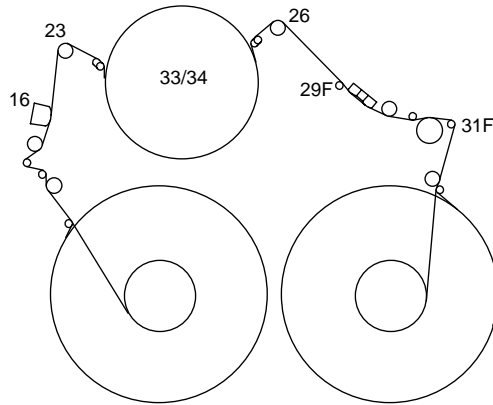

Fig. 22
- Ajuster le galet de renvoi des guides de chargement gauche (Pos. 23, Fig. 22) et droit (Pos. 26, Fig. 22) à l'aide du tournevis de réglage de façon que l'amplitude des paquets FM soit au maximum et rectiligne.
- Adjust the reverse roller of the left (Pos. 23, Fig. 22) and right (Pos. 26, Fig. 22) threading roller unit to obtain the maximum amplitude of the FM-packages with straight-lined envelope.
- Au moyen du dynamomètre, mesurer la traction sur la bande entre la tête d'effacement principale (Fig. 22, Pos. 16) et le guide de chargement gauche (Fig. 22, Pos. 23) (pousser à cet effet la tête d'effacement à gauche).
- Measure the tape tension between the full-track erase head (Fig. 22, Pos. 16) and the reverse roller (Fig. 22, Pos. 23) by means of the tentelometer (for this press the full-track erase head to the left).